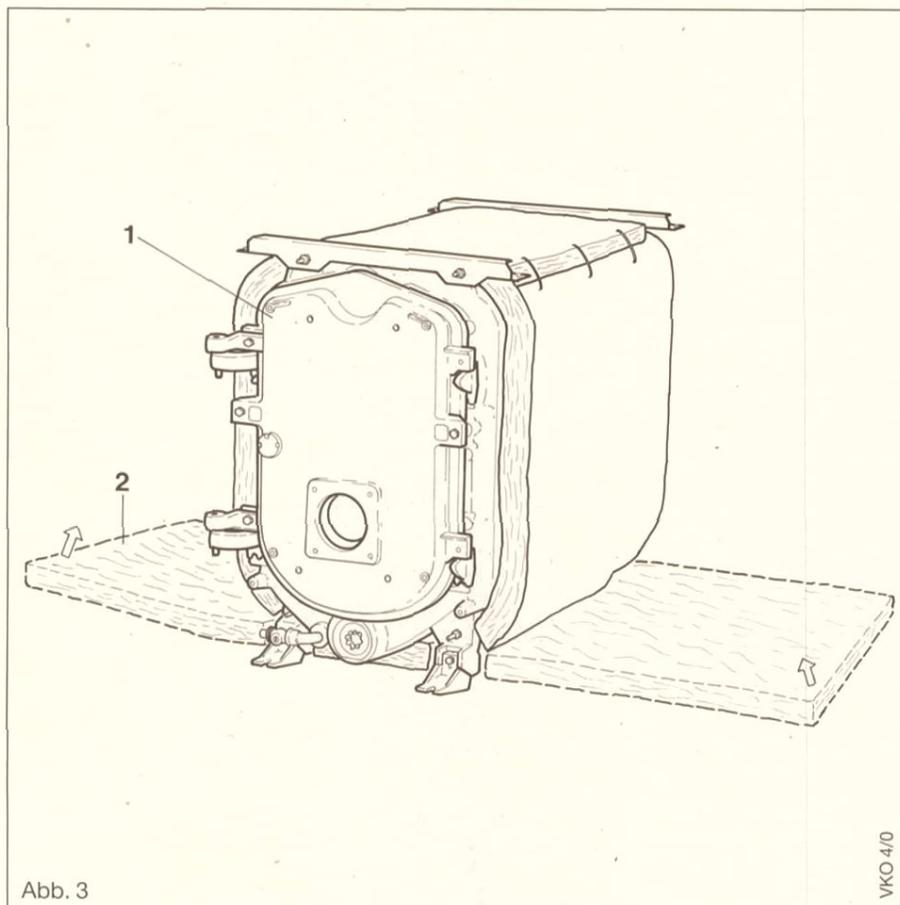

Abb. 3
Wärmedämmmatte (2) wie in Abb. 3 gezeigt unter den Kessel legen.